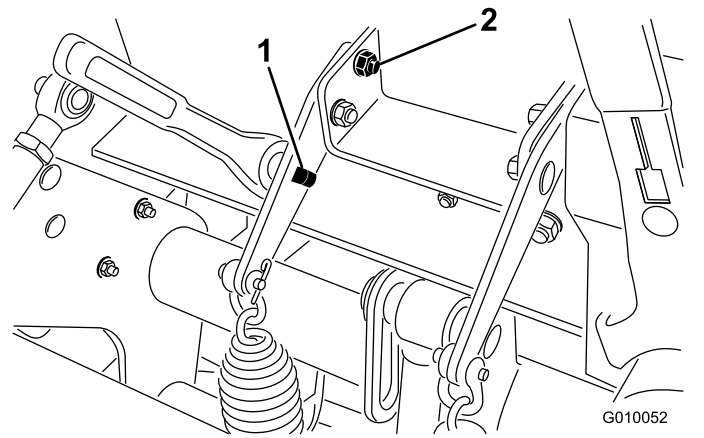

图 28
- 将一个 13mm 的棘轮或呆套筒扳手插入弹簧板上的方孔图 28。